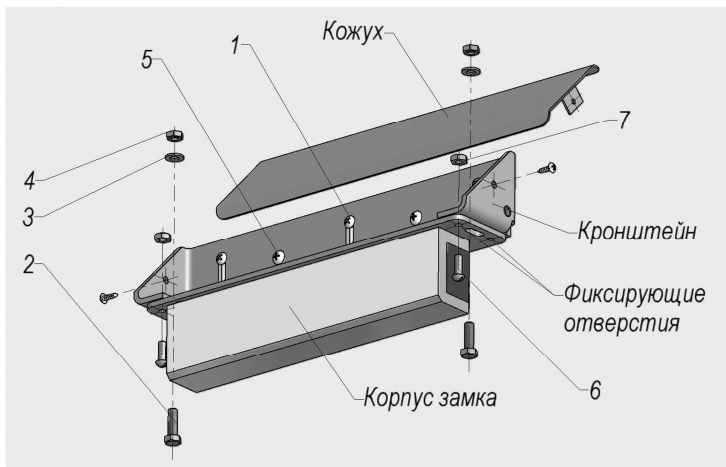

Рис. 8 Крепление корпуса замка с помощью монтажного комплекта МК AL-350FB
- монтажный комплект **МК AL-350FB** для крепления корпуса замка (рис.8): кронштейн -1 шт., кожух -1 шт. и комплект крепежа;
Предварительное крепление кронштейна к дверной коробке выполняется через регулировочные пазы с помощью саморезов (поз 1. рис. 8). Корпусная часть с помощью крепежа (2, 3, 4) устанавливается на кронштейн. Регулировкой положения корпуса относительно якоря в двух плоскостях необходимо добиться при закрытой двери полного совмещения рабочих поверхностей якоря и корпуса, после чего кронштейн закрепляется с помощью саморезов (5) на дверной коробке. Корпус фиксируется на кронштейне винтами и гайками (6 и 7), для чего в кронштейне сверлятся отверстия диаметром 4 мм по месту фиксирующих отверстий на пластине.